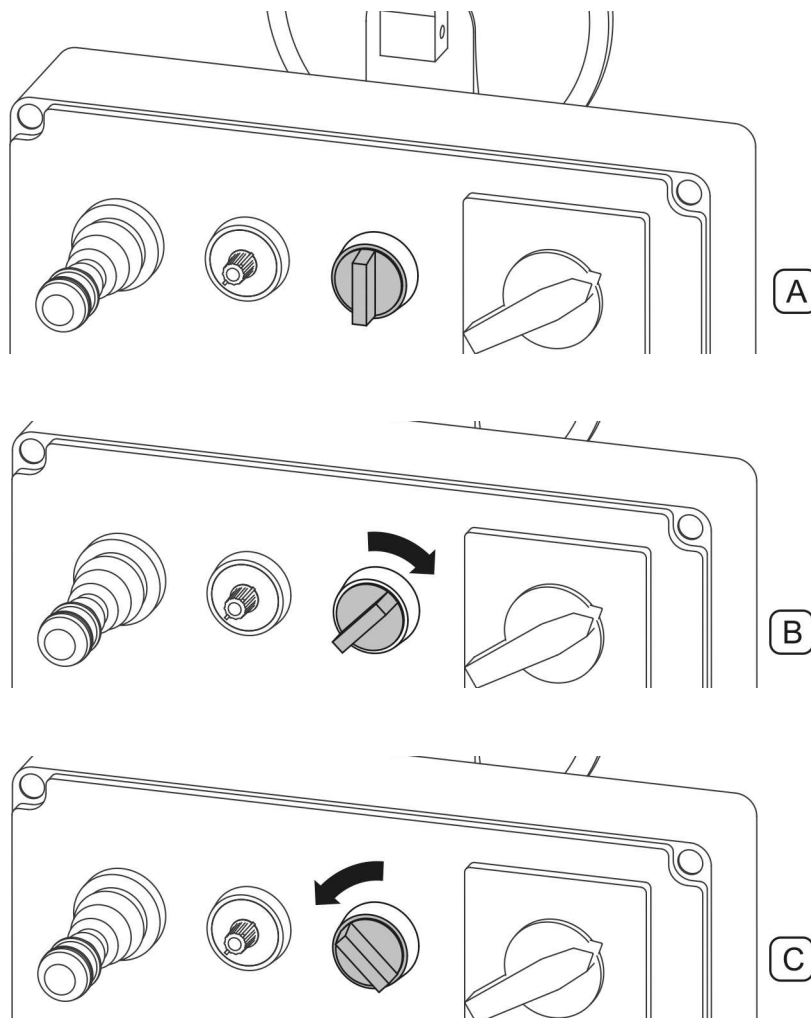
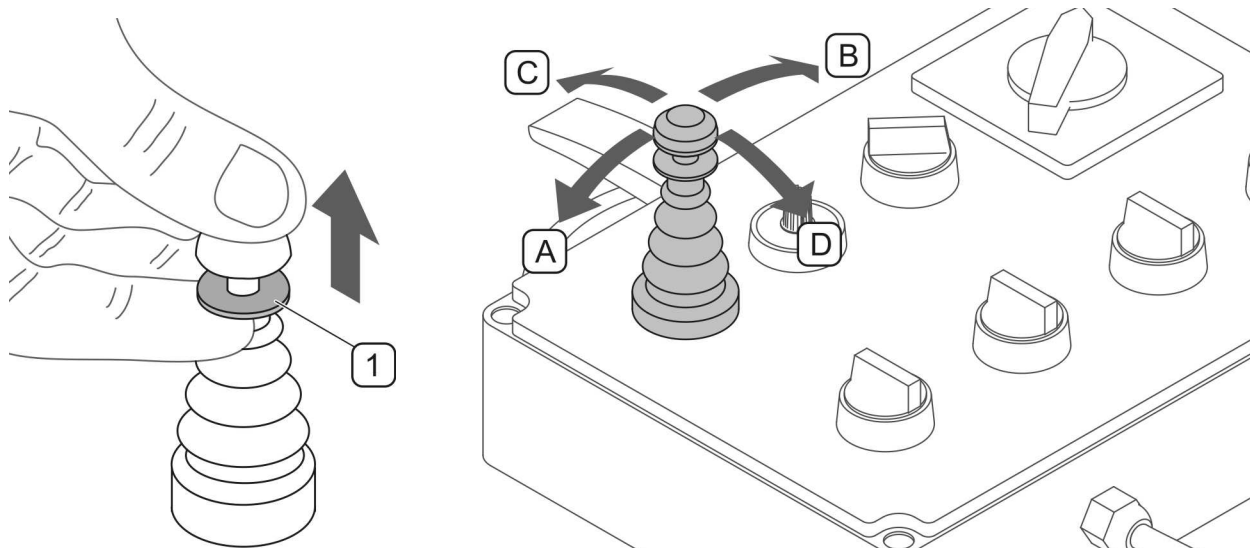

РИСУНОК 4.10 Вимикач підмітального агрегату
РИСУНОК 4.13 Керування підніманням і спорожненням баку для сміття
Для вмикання, вимикання і піднімання підмітального агрегату служить трипозиційний перемикач (РИСУНОК 4.10). Перемикання вимикача вліво (С) "підмітання" призводить до опускання підмітального агрегату в робоче положення і вмикання приводу щіток. Щоб вимкнути привод щіток, необхідно перевести перемикач назад у положення (А). Щоб підняти підмітальний агрегат, необхідно переключити перемикач вправо (В) "піднімання" і утримувати його в цьому положенні. Перемикач не має фіксатора в положенні (В) "піднімання", після відпускання перемикача він повертається вперед (А) "вимкнено".
(1) - блокувальне кільце багатофункціонального важеля; (A) - закривання бака для сміття; (B) - відкривання бака для сміття; (C) - піднімання бака; (D) - опускання бака;
Піднімання і опускання, а також відкривання і закривання бака для сміття необхідно виконувати коли підмітання (РИСУНОК 4.10) вимкнено. Керування відкриванням, закриванням, підніманням і опусканням бака для сміття здійснюються з місця оператора за допомогою багатофункціонального важеля (РИСУНОК 4.13). У нейтральному положенні важіль заблоковано від випадкового вмикання. Щоб розблокувати важіль, необхідно потягнути вгору за кільце (1), розташоване під рукояткою на важелі.